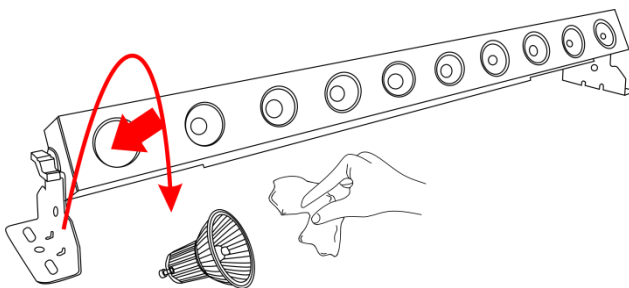

Fig.07
- 06) Introduzca las clavijas de la bombilla en los agujeros pequeños del casquillo de la lámpara. Empuje y gire la bombilla en sentido de las agujas del reloj para instalarla (Fig. 07).